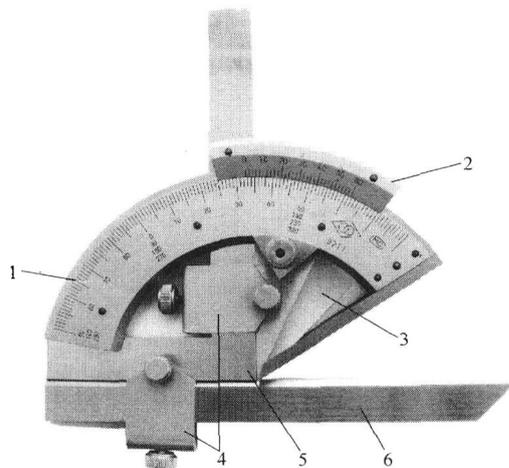

图1-9 游标万能角度尺
(1) 游标万能角度尺的结构。游标万能角度尺的结构如图 1-9 所示，由尺身、扇形板